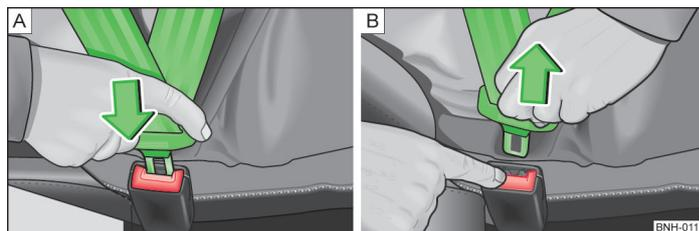

Fig. 116 Colocar y quitar el cinturón de seguridad
- Introducir la lengüeta en el cierre correspondiente al asiento » fig. 116 - A hasta que se oiga que encaja.
- Pulsar la tecla roja en el cierre del cinturón » fig. 116 - B, la lengüeta del cinturón saldrá disparada.